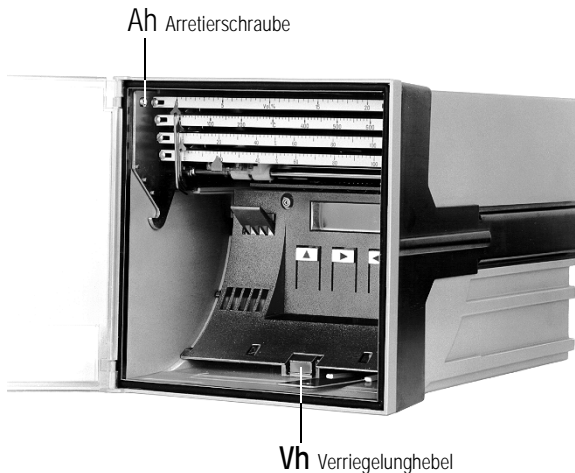

Bild 13
3.1.1 Hardwareanpassung mittels Steckbrücken (siehe Bild 13 bis)
1. Arretierschraube **As** lösen (siehe Bild 13) und Meßsystemträger ca. 2 cm vorziehen.
2. Verriegelungshebel **Vh** anheben (siehe Bild 13) und gleichzeitig Baugruppe vorziehen.
7. Meßsystemträger ins Gehäuse einschieben und Arretierschraube **As** festdrehen (siehe Bild 13).